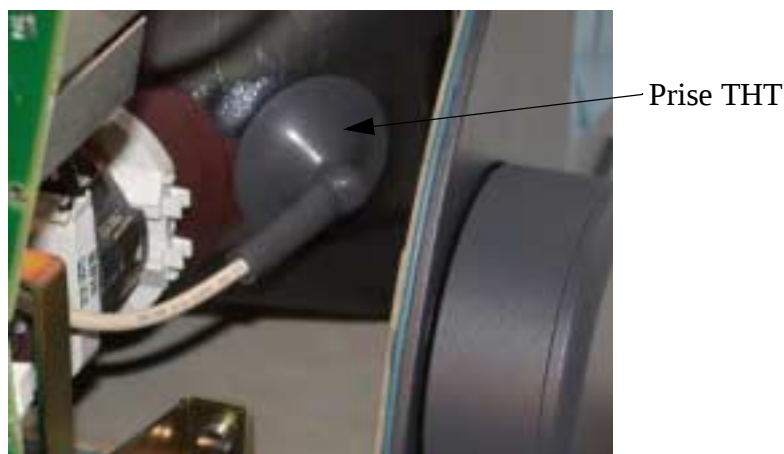

Figure 1.7 : Prise THT
- Déconnecter la prise THT du tube cathodique (figure 1.7).